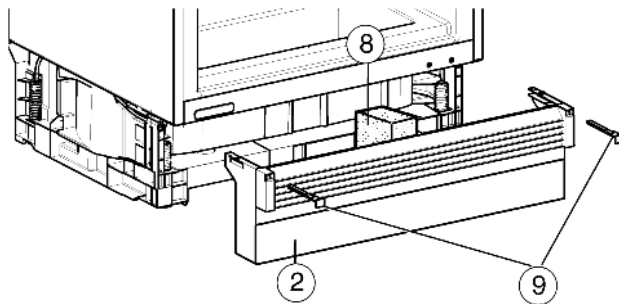

Fig. 13
- ▶ Вставить пенопласт Fig. 13 (8) - это важно для нормальной раздельной циркуляции потоков воздуха!
- ▶ Фиксирование цокольной заглушки: Вставьте фиксатор Fig. 13 (9), при этом придерживайте цокольную заглушку.